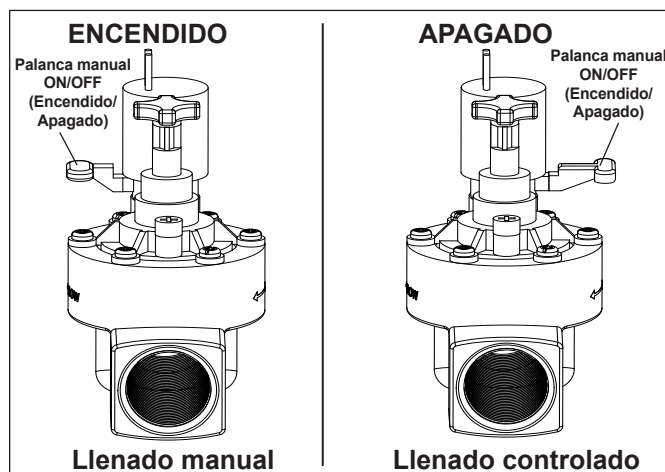

Figura 11. Palanca manual de la válvula
4. Coloque la palanca ON/OFF (Encendido/Apagado) manual, ubicada debajo del solenoide, en posición OFF (Apagado), para que solo se pueda abrir con el nivelador de agua electrónico Levolor. Consulte la Figura 11.